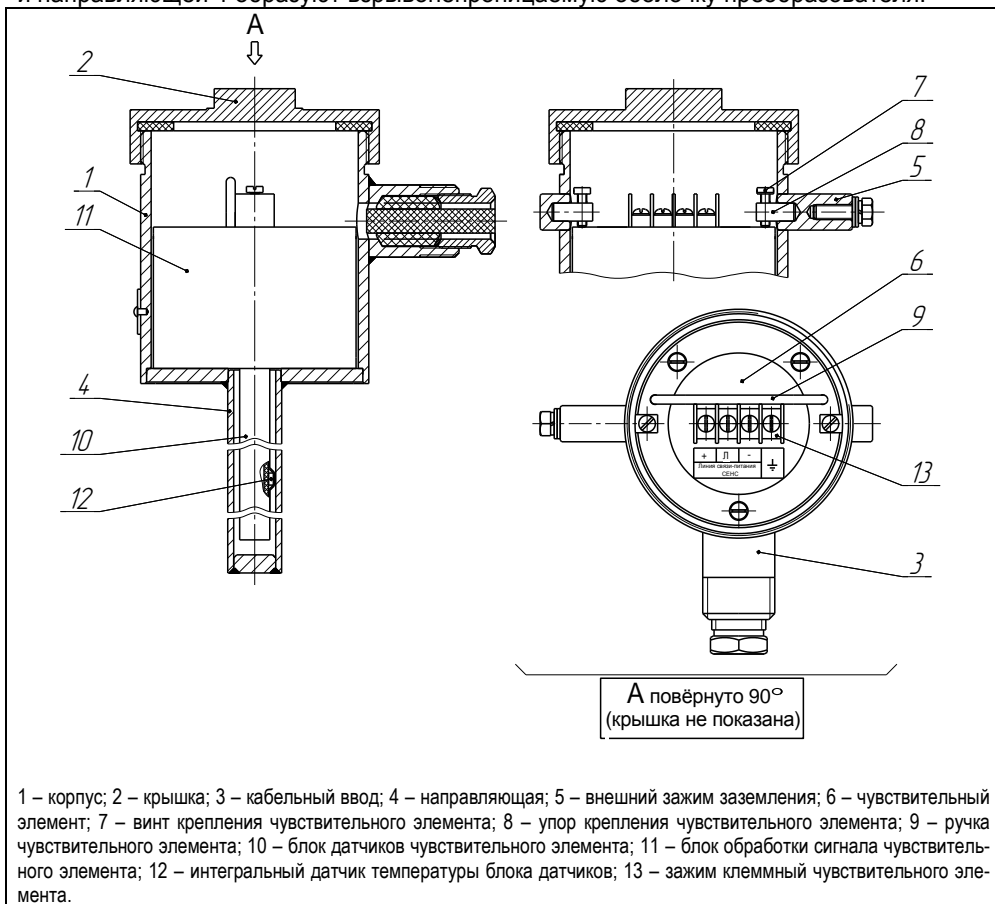
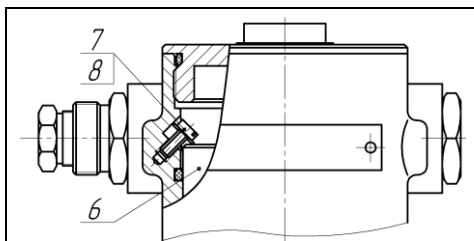

Рисунок 9
Рисунок 10 – Крепление чувствительного элемента для корпуса С (Е)
Корпус 1 преобразователя (см. рисунок 9) с крышкой 2, кабельными вводами 3 и направляющей 4 образуют взрывонепроницаемую оболочку преобразователя.
Оболочка на корпусе имеет наружный зажим заземления 5 (см. рисунок 9).
Внутри оболочки располагается электронный блок преобразователя - чувствительный элемент 6 (см. рисунок 9), с ручкой 9 для изъятия его в случае ремонта.
Чувствительный элемент у преобразователей с корпусом А и В фиксируется внутри оболочки при помощи винтов 7 и упоров 8 (см. рисунок 9). У преобразователя с корпусом С (Е) чувствительный элемент 6 фиксируется при помощи винтов 7 и шайб 8 (см. рисунок 10).
1.5.2 Чувствительный элемент состоит (см. рисунок 9) из блока датчиков 10 и блока обработки сигналов 11.